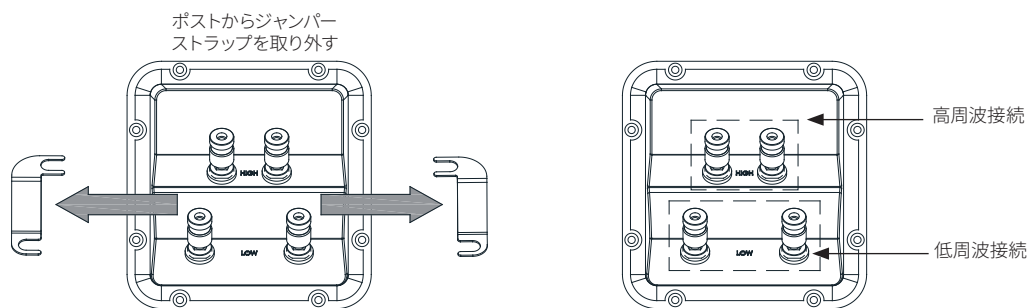

図9
3. 「HF」の印のついたほうをスピーカーの「HF」入力に接続し、「LF」の印がついたほうを「LF」入力に接続します。(図9)
4. バイワイヤーまたはバイアンプでスピーカーを設置する前に、端子を緩めて端子カップ上の2つの金メッキジャンパーストラップを取り外してください。後で使用できるようにストラップを安全な場所に保管しておいてください。LFおよびHFケーブルを差し込んだ端子を確実に締めてください。(図9)